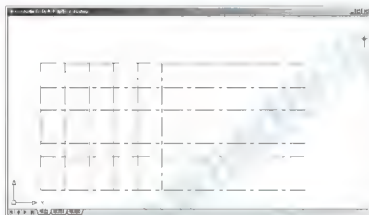

图 2.28 【偏移】命令生成 3 轴线
② 在选择要偏移的对象或 [退出 (E)/ 放弃 (U)] <退出>: 提示下, 单击选择 1 轴线, 此时 1 轴线变虚。
③ 在指定要偏移的那一侧上的点或 [退出 (E)/ 多个 (M)/ 放弃 (U)] <退出>: 提示下, 单击 1 轴线右侧的任意位置, 则生成 2 轴线。
④ 在选择要偏移的对象或 [退出 (E)/ 放弃 (U)] <退出>: 提示下, 单击选择 2 轴线, 此时 2 轴线变虚。
⑤ 在指定要偏移的那一侧上的点或 [退出 (E)/ 多个 (M)/ 放弃 (U)] <退出>: 提示下, 单击 2 轴线右侧的任意位置, 则生成 3 轴线。重复④~⑤步操作生成 4、5、6 轴线后按 Enter 键结束命令, 结果如图 2.28 所示。